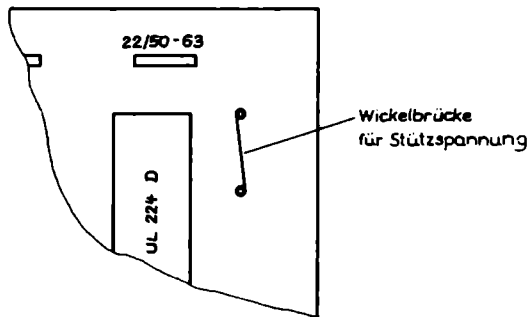

Bild 1 Wickelbrücke auf RAM/ROM-Leiterplatte
Die Messung der Spannung der Stützbatterie kann entweder an der gezogenen RAM/ROM-Leiterplatte oder an den Klemmen 98, 99 des PMM 100 erfolgen. Ausgeliefert wird der PMM 100 mit zugeschalteter Stützspannung (geschlossene Wickelbrücke nach Bild 1)
- Überprüfung, ob die Stützbatterie angeschlossen ist (geschlossene Wickelbrücke auf der RAM/ROM-Leiterplatte nach Bild 1). Sollte diese Brücke nicht geschlossen sein, ist der Geräteeinschub, wie im Pkt. 6.2. beschrieben, aus dem Gehäusetubus zu ziehen, die Sicherungsbügel über den Leiterplatten des Elektronikmoduls zu entfernen, die RAM/ROM-Leiterplatte zu ziehen (siehe Bild 21) und die Brücke durch Wickeln oder Verlöten zu schließen. Der Zusammenbau erfolgt in umgekehrter Reihenfolge. Ohne Stützbatterie gehen bei Abschalten der Netzspannung die programmierten Daten verloren.